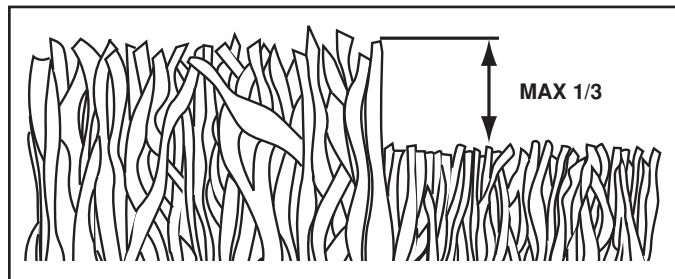

FIG. 13
- Para obtener los mejores resultados, ajuste la altura del corte de la segadora de modo que ésta corte solamente el tercio superior de las hojas de césped. En el caso de que el césped haya crecido demasiado, puede ser necesario el elevar la altura del corte para reducir el esfuerzo necesario para empujar la segadora y para evitar sobrecargar el motor, dejando montones de recortes de césped. Para un césped muy pesado, reduzca el ancho del corte pasando por encima del lugar anteriormente cortado y siegue lentamente (vea Fig. 13).
PARA CAMBIAR LA CUCHILLA (Vea Fig. 13):